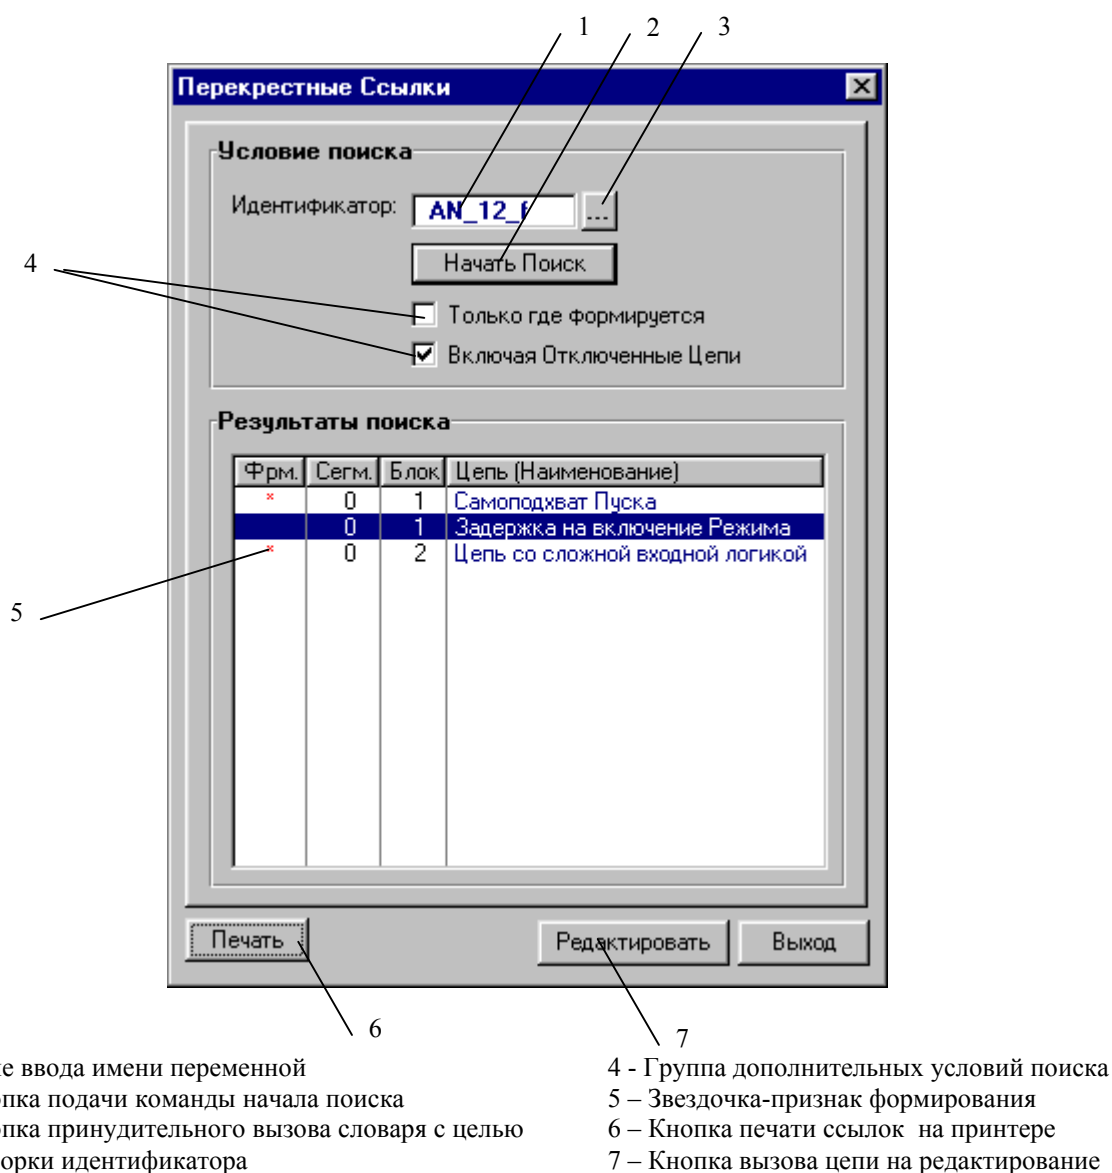

Рис.39 Окно перекрестных ссылок
Запустить режим построения перекрестных ссылок можно через *Главное_Меню\Проект\Перекрестные_Ссылки*. На экране появляется окно показанное на Рис.39. Искомый идентификатор вводится в поле-1, в группе-4, при необходимости, задаются дополнительные условия поиска. После нажатия на кнопку “Начать поиск” в группе результатов поиска появляется перечень цепей удовлетворяющих условиям поиска.
- *Перекрестные ссылки* - печать инициируется из окна “Перекрестные ссылки” кнопкой “Печать” (см. Рис. 39).